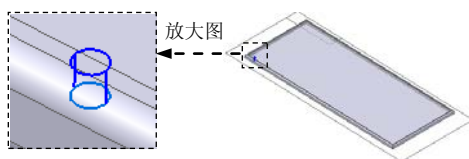

图 8.13.239 定义冲压方向
③ 单击“主页”操控板中的“关闭草图”按钮 , 退出草图绘制环境。
(3) 定义冲压除料的属性及倒圆。
① 在“冲压除料”命令条中单击  按钮, 在 **距离** 文本框中输入值 5, 并按 Enter 键, 定义冲压方向如图 8.13.239 所示, 单击鼠标左键。
② 在“冲压除料”命令条中单击  按钮; 在 **拔模角 (D)** 文本框中输入值 0, 在 **倒圆** 区域选中 ☒ **包括倒圆 (I)** 复选框, 在 **凹模半径** 文本框中输入值 1; 选中 ☒ **包含凸模侧拐角半径 (A)** 复选框, 在 **半径 (R)** 文本框中输入值 1, 单击 **确定** 按钮。